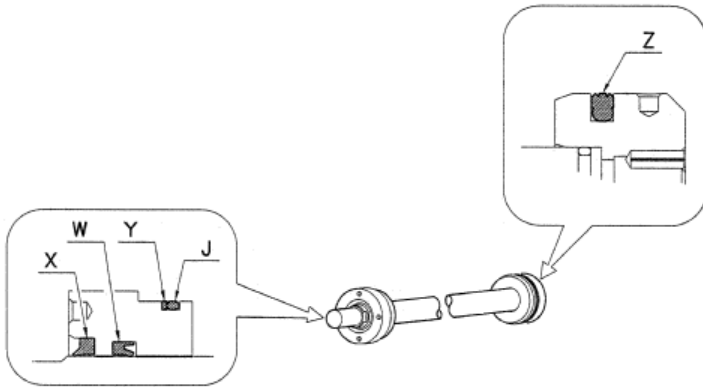

Abb.06
b) Kontrolle der Zylinder; bei einem eventuellen Ölverlust muss am die Dichtungen auswechseln (für die Version mit Seitenschieber siehe **Abb.04-05**, für die Version der Basiszange siehe **Abb.06**) und eine sorgfältige Kontrolle der Kolbenstange vornehmen, wenn diese verbeult oder geriefelt ist, auswechseln.